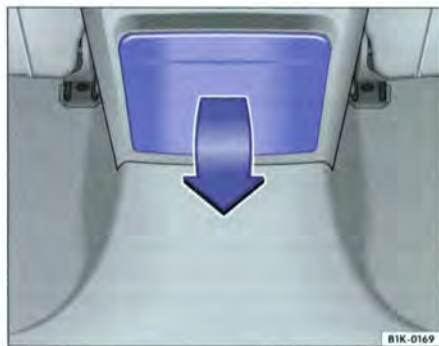

Fig. 73 Dans la console centrale arrière : porte-boissons escamotable
- Pour ouvrir le porte-boissons, abaissez le cache ⇒ fig. 73 dans le sens de la flèche.